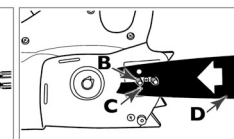

Fig. 3B
2. Ao segurar o nariz da barra para cima, utilize a chave de parafusos ou chave de porcas, caso conste no Estojo do Utilizador, para rodar o parafuso de ajuste da barra guia (F) (Fig. 3B) no sentido dos ponteiros do relógio de modo a apertar a corrente. Ao rodar o parafuso no SENTIDO OPOSTO AOS PONTEIROS DO RELÓGIO SOLTA A CORRENTE na barra guia.
3. Coloque a extremidade seccionada da barra guia por cima dos parafusos da barra de modo a que a Lingueta (B) encaixe no orifício inferior (C) na barra guia (D). (Ver Fig. 3B)
3. Aperte (C) o prato de tensão (D) na barra. (Fig. 3B)